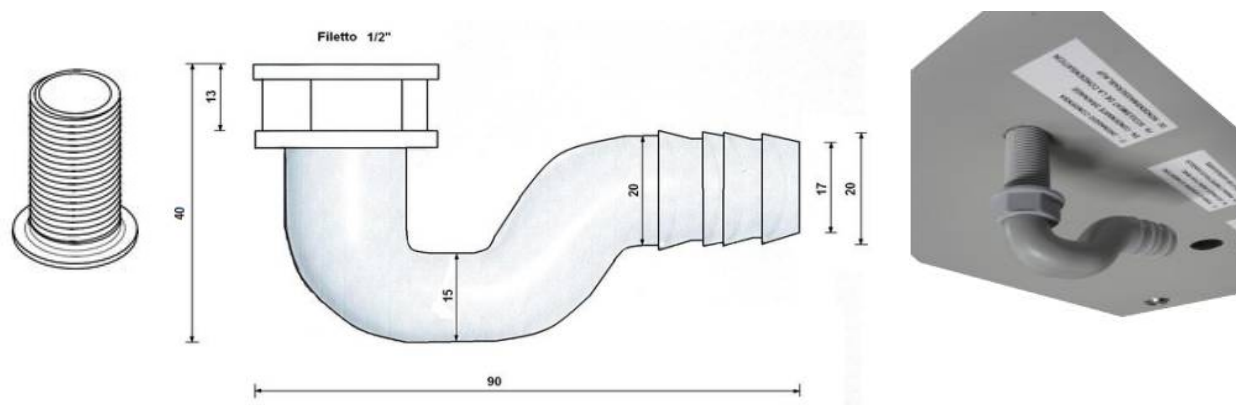

Figura 2 - Immagine del kit di scarico condensa e foto del montaggio sull'unità (è possibile tagliare il tubetto filettato a misura in modo che sporga meno)
- Installare un adeguato sifone di scarico condensa il più vicino possibile all'unità: per alcune unità, in dotazione è fornito un piccolo sifone (vedi Figura 2), il quale ha più una funzione di raccordo che di sifone vero e proprio. Infatti per evitare il risucchio d'aria e quindi il corretto scarico della condensa, è necessario installare/realizzare un sifone con altezza minima come indicato in Figura 2 e Specifiche tecniche; l'altezza (H) minima è calcolata tenendo conto delle condizioni di lavoro standard dell'unità, mentre l'altezza ottimale considera la prevalenza totale del ventilatore (quindi permette un corretto scarico condensa in qualsiasi condizione).